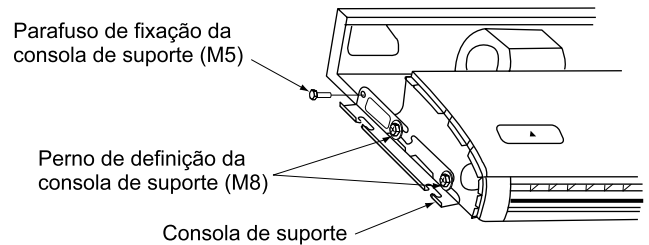

Fig. 7
- Retire os pernos de fixação da consola de suporte (M5) da parte traseira. Desprenda a consola de suporte, puxando para trás. **(Consulte a Fig. 7)**